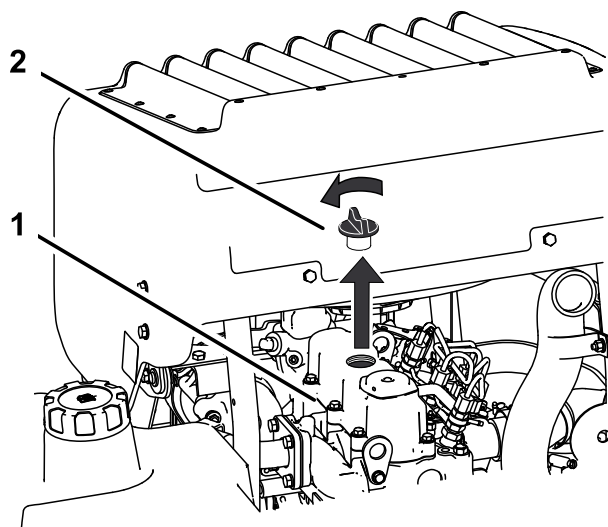

Figure 49
6. Retirez le bouchon de remplissage d'huile en haut du moteur (Figure 49). Cela facilitera la vidange de l'huile.
- Retirez le bouchon de remplissage et la jauge (Figure 49).